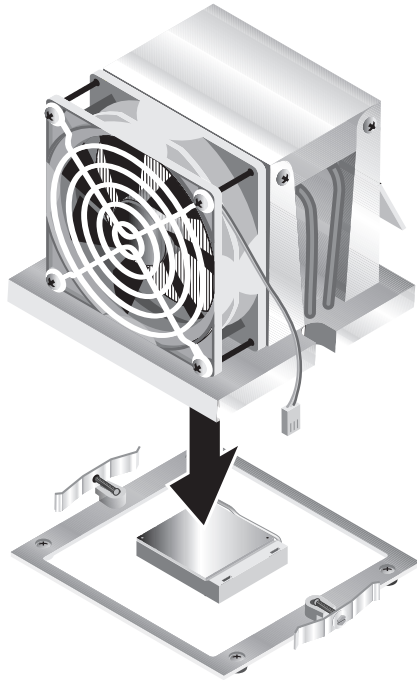

图 4-12 安装散热器 / 风扇组件
8. 小心地将散热器 / 风扇组件对齐位置并放置在 CPU 上，使组件与安装支柱位置照齐，以减小初次接触导热硅脂层后的移动幅度（参见图 4-12）。